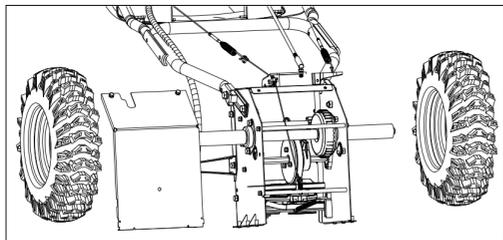

Рис. 38
- Снимите кожух коробки передач с нижней стороны снегоуборщика, открутив четыре винта (рис. 38).
- Снимите колеса (рис. 38).